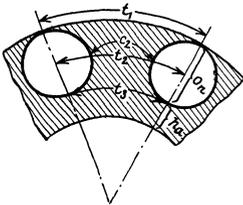

Abb. 240. Runde Läufernut.
C. Runde Nut. Für runde Nuten folgt die Zahnstärke c_z (s. Abb. 240) an der engsten Stelle aus Formel 144a. Die Nutenweite o_n ist